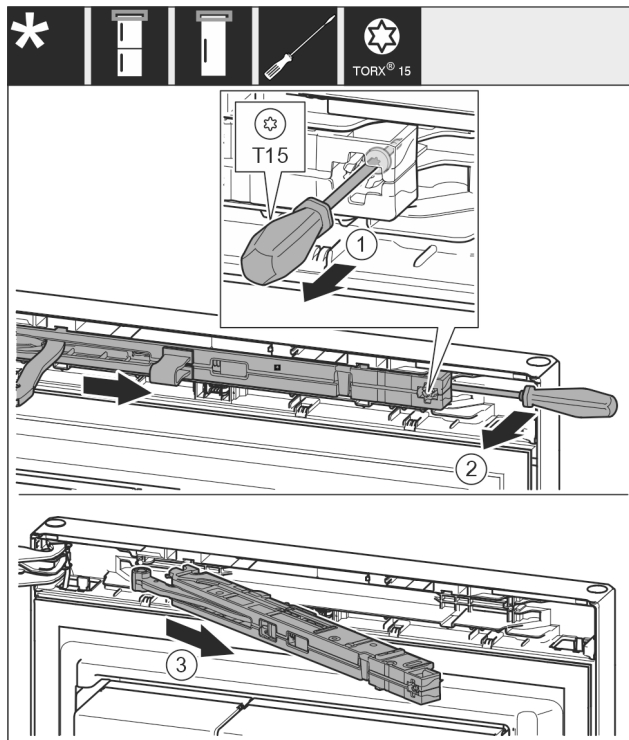

Fig. 12
- Løsn skruen Fig. 12 (1) på lukkedæmperenheden med en skruetrækker 14 mm.
- Vip lukkedæmperenheden Fig. 12 (2) fremad på grebsiden.
- Træk lukkedæmperenheden Fig. 12 (3) ud.